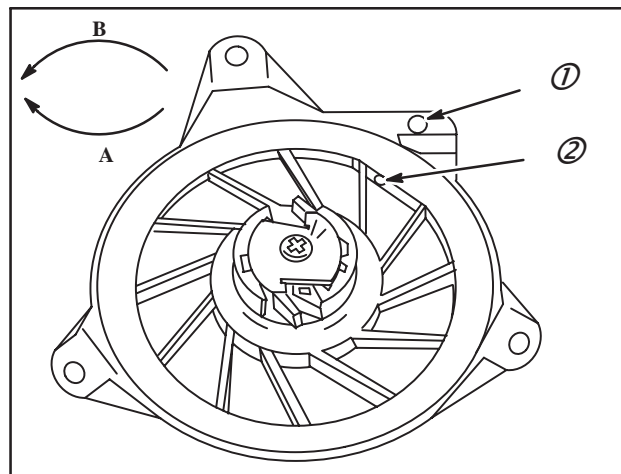

Fig. 39
1. Tourner la poulie dans le sens anti-horaire (B) jusqu'à ce que le ressort soit enroulé, Fig. 39.
2. Tourner alors la poulie **DANS LE SENS HORAIRE (A)** jusqu'à ce que le trou de la corde (2) dans la poulie soit aligné avec l'œillet (1) du boîtier du lanceur et maintenir la poulie, Fig. 39.
3. Introduire le bout sans nœud de la corde à travers l'œillet du nœud et le trou (2) dans la poulie.